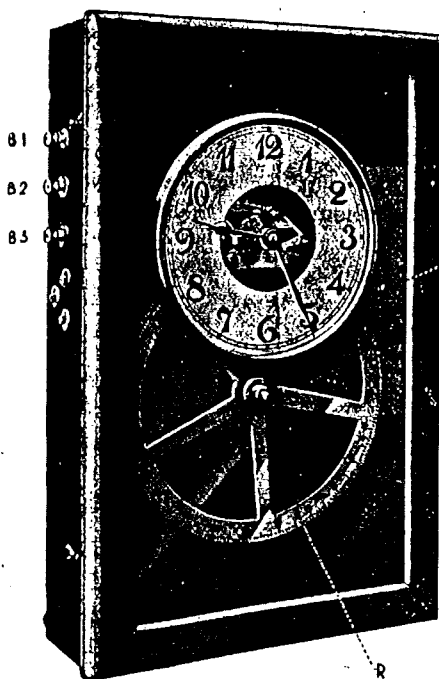

FIG. 18. — Réceptrice à déclenchement de sonneries
Description. — Cette réceptrice à déclenchement (fig. 18) est actionnée par un régulateur ATO, comme une pendule réceptrice ordinaire.
I. — Mise en marche de la Réceptrice. — Pour le transport de l'appareil on immobilise le balancier du mécanisme horaire récepteur qui se trouve à l'arrière de la plaque de base supportant le mécanisme. Cette plaque est fixée dans le cabinet par une charnière et un écrou E (fig. 18). Il faut retirer cet écrou, faire tourner le mécanisme et retirer les liens immobilisant le balancier.
II. — Canalisations et connexions. — Sur le côté gauche du cabinet (fig. 18) on voit les bornes B_1 , B_2 et B_3 . A l'intérieur la borne B_1 est reliée à la masse de l'appareil. La borne B_2 est reliée au ressort de contact isolé de l'interrupteur sonnerie, dont le bras est à la masse. Une extrémité de la bobine du mécanisme horaire est reliée à la borne B_3 et l'autre extrémité à la masse.